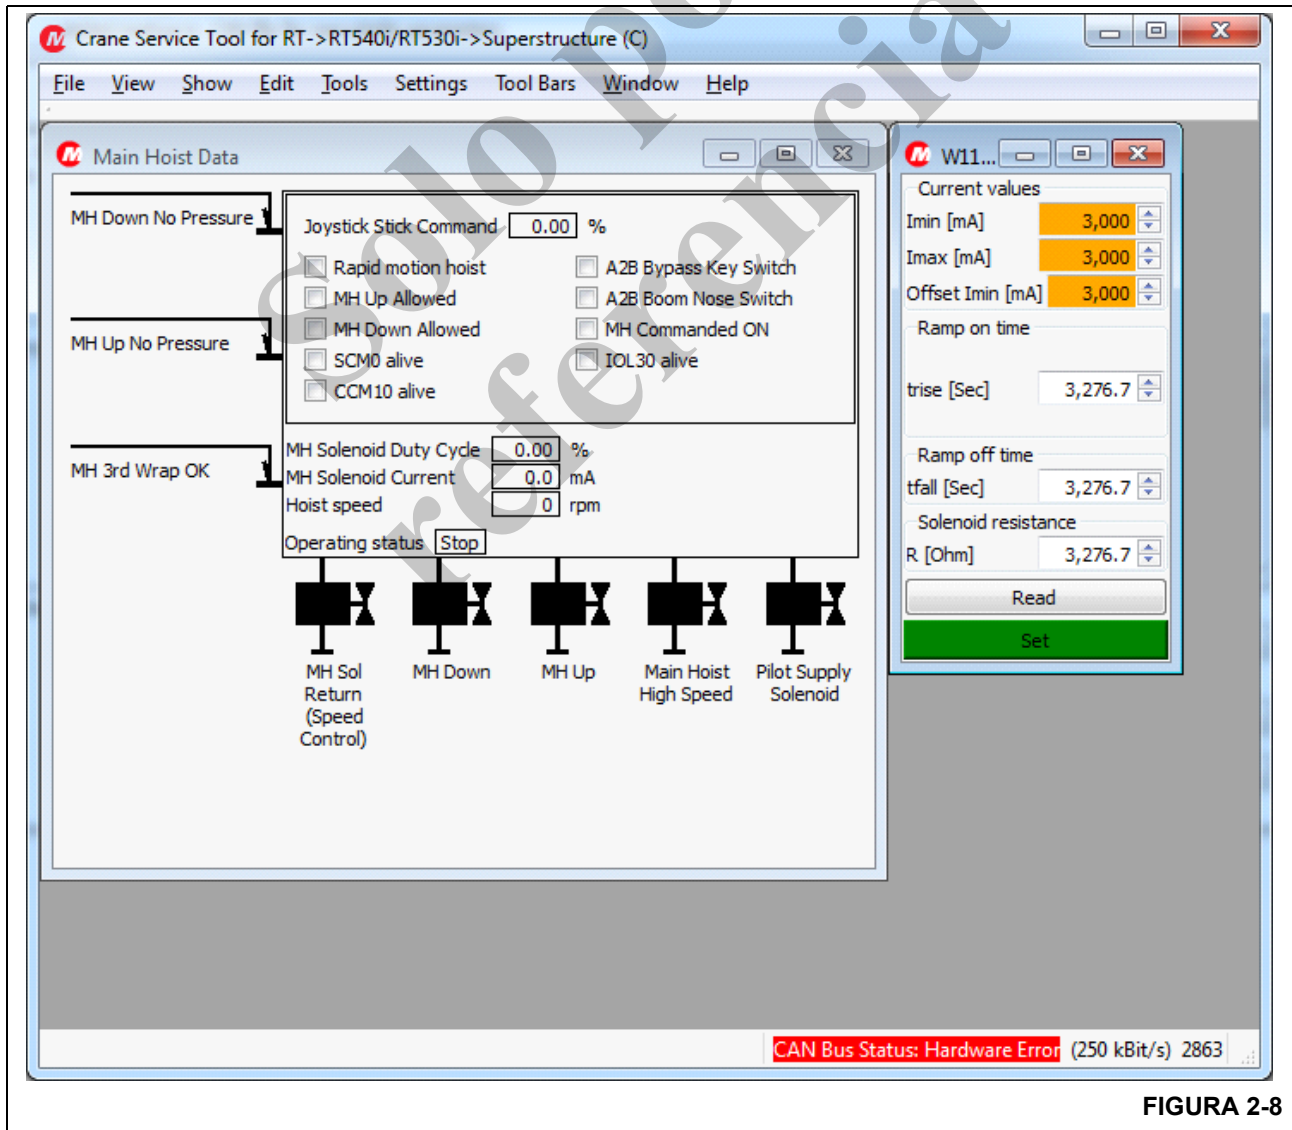

FIGURA 2-8
1. Conecte una computadora portátil al conector para diagnóstico de la cabina y verifique que CAN C esté seleccionada (posición 3 en la perilla selectora de CAN)(Figura 2-8)